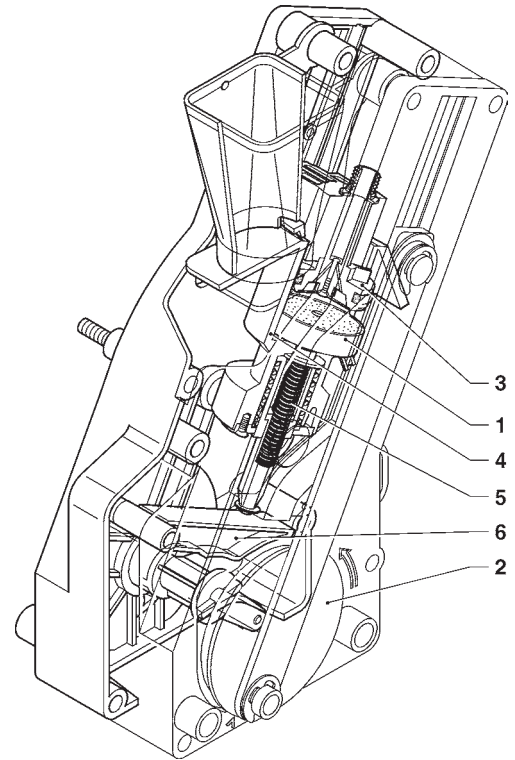

Fig. 18
La manivela del motorreductor, enganchada en el disco exterior (2) del grupo, gira 180° haciendo oscilar la cámara de infusión y bajar el pistón superior (3) (ver fig. 18).